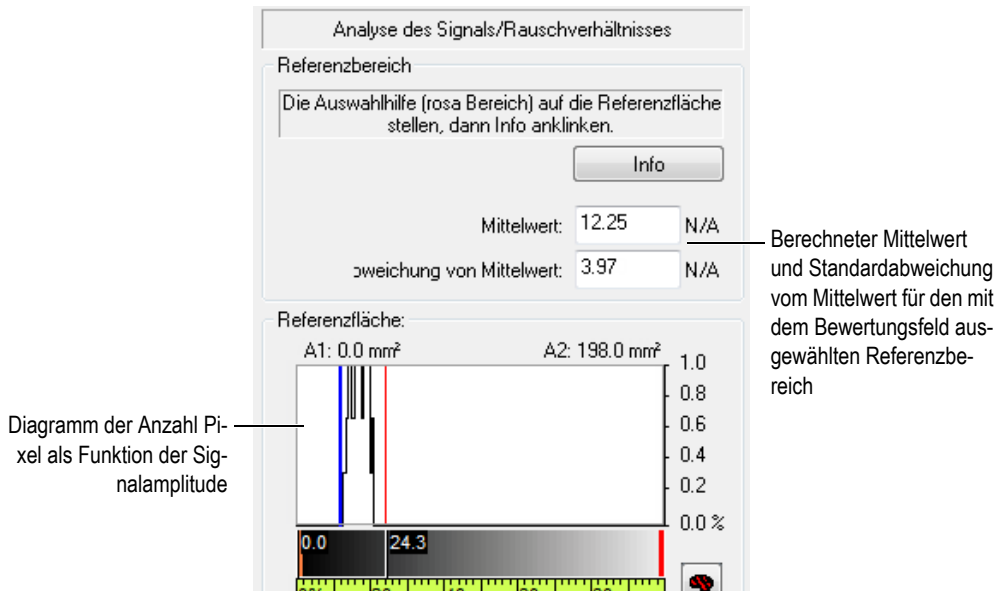

Abbildung 7-30 Analyseergebnis für den Referenzbereich (Beispiel)
3. Klicken Sie im Dialogfeld **Analyse des Signals/Rauschverhältnisses** auf **Info**. Mit der Software TomoView wird der Mittelwert und die Standardabweichung vom Mittelwert für den Referenzbereich berechnet und ein Diagramm der Anzahl Pixel als Funktion der Signalamplitude angezeigt (siehe Abbildung 7-30 auf Seite 390).